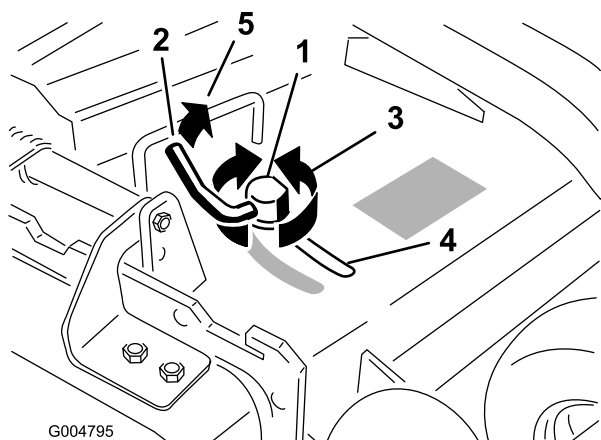

Figura 13
- Per regolare il blocco della camma alzate la leva e allentate il blocco (Figura 13).
- Riportate la leva alla posizione originale per serrare il blocco del deflettore e della camma (Figura 13).